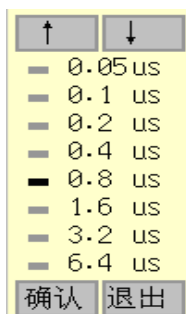

图 4.12 采样周期选择
13. 采样周期：每两个采样点之间的时间间隔，按确认键弹出图 4.12 所示的选择界面，共分为 8 档：0.05us、0.1us、0.2us、0.4us、0.8us、1.6us、3.2us、6.4us，通常情况下，如果被测对象的声时比较长，则需要选择比较大的采样周期，采样周期的选择方式与测试方式选择完全相同。